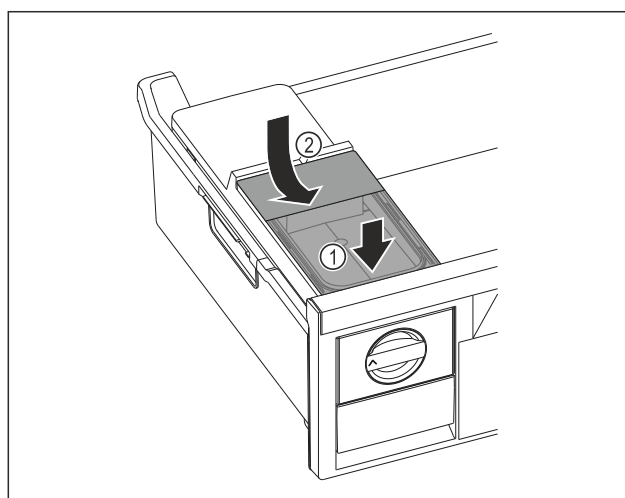

Fig. 76
- ▶ Așezați în față rezervorul de apă Fig. 76 (1)
- ▶ Coborâți în spate rezervorul de apă Fig. 76 (2)